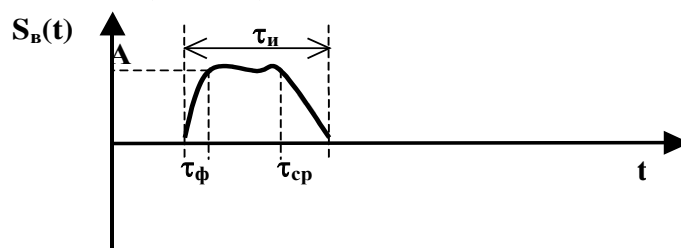

Рис. 7. Видеоимпульс
*Пример Видеоимпульса (Рис. 7.):*